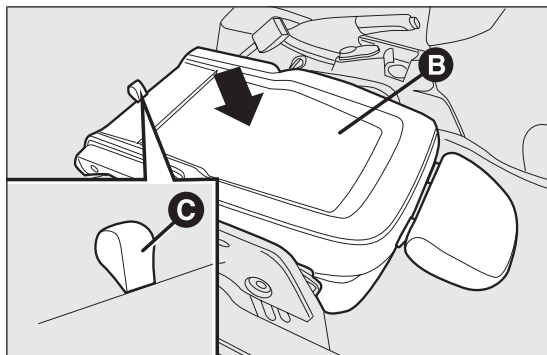

fig. 19
- actuar a continuación en el respaldo B fig. 19 pulsando hacia abajo: de esta manera, el asiento está completamente abatido sobre sí mismo en la posición “de mesa”;
- tirar de la lengüeta C fig. 19 y volver a empujar el respaldo hacia abajo: de esta manera, el asiento está completamente abatido.
- sujetar la lengüeta C fig. 19 y levantar el respaldo;